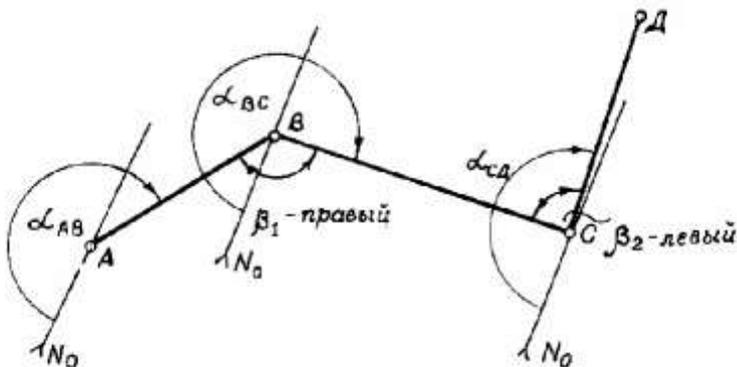

Рис.11
7. Определить дирекционные углы и румбы линий BC и CD (рис.11) по дирекционному углу линии AB и измеренным углам β_1 и β_2 , указанным в табл.7.